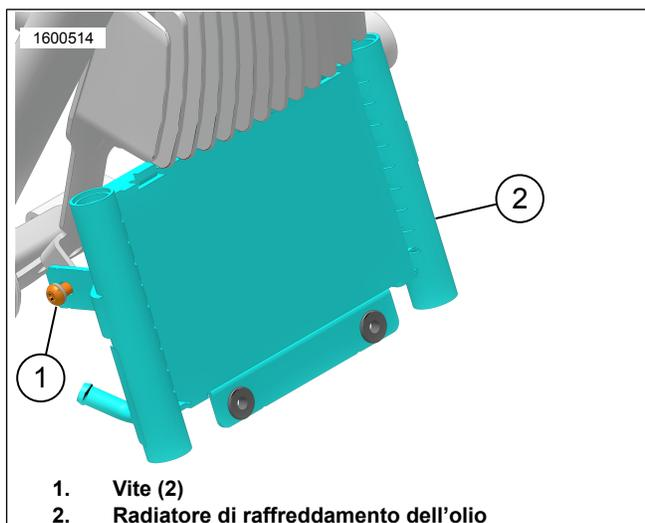

Figura 2. Viti del radiatore di raffreddamento dell'olio
2. Vedere la figura 2. Estrarre le viti (1).
- a. Vedere la figura 2. Installare e serrare le viti (1).